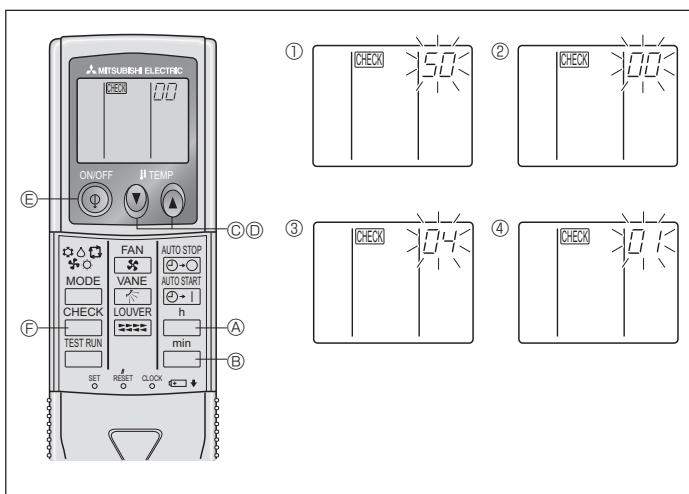

Fig. 6-9
- Appuyer sur la touche MODE ; les numéros de programmation et de mode (I) et (II) changeront et seront continuellement affichés, et les détails de la programmation pourront être confirmés.
2) Pour la télécommande sans fil (Fig. 6-9)